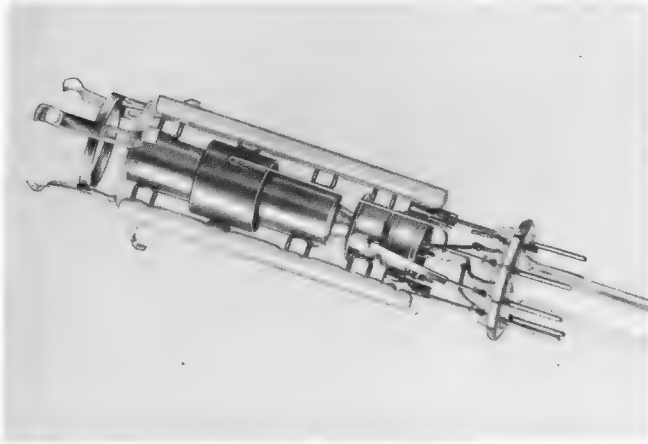

Bild 3. Das Elektrodensystem einer Röhre AW 59-90
B. Das Bildröhrensystem (Bild 3)